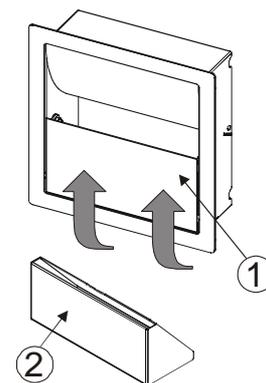

Abbildung 4– Wanne
Die Wanne (2) ist einfach aus ihrer Unterbringung herauszunehmen; es ist ausreichend die Klappe (1) unten anzuheben und die Schale zu entnehmen (siehe Abb.4).